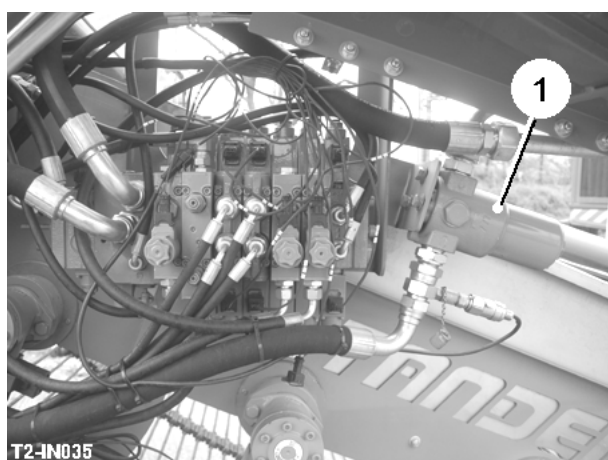
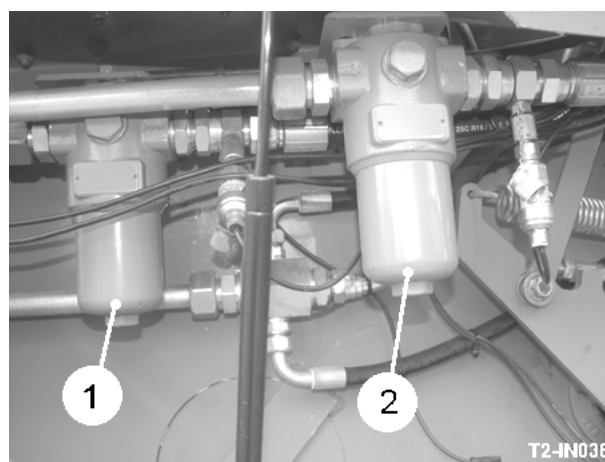

Fig 37
Fig 40
Les éléments du filtre de la pression (item 1, fig 37, 38, & 39) et (item 1 & 2, fig 40) devrait être remplacé après les premières 50 heures qui exécutent le temps et alors chaque 500 heures ou annuellement par la suite.
2. Dans le cas du filtre de la pression du circuit de secours (item 1, fig 37), opérez la valve de la bobine qui nourrit diffuser tout résidu de la pression et alors déconnecter le tuyau de l'alimentation du tracteur au moissonneur.